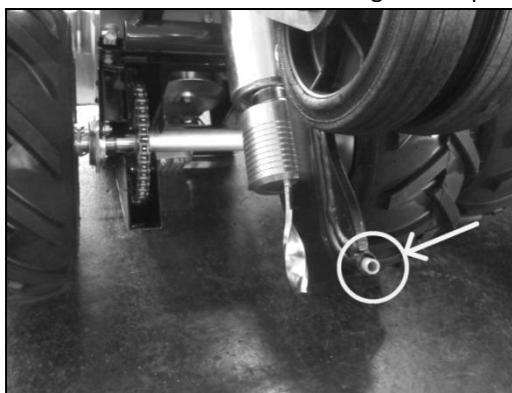

Fig. 2
- Controllare l'integrità del foro di uscita del cavo perimetrale dalla pinna di interramento (Fig. 2). Controllare in particolare l'integrità del tubo flessibile all'interno della pinna. Nel caso di presenza di danni, occorre sostituirlo. Controllare inoltre che non ci siano tagli lungo tutto il contorno del foro della pinna e che lo stesso non presenti un bordo affilato o frastagliato. In presenza di danni occorre sostituire la pinna.